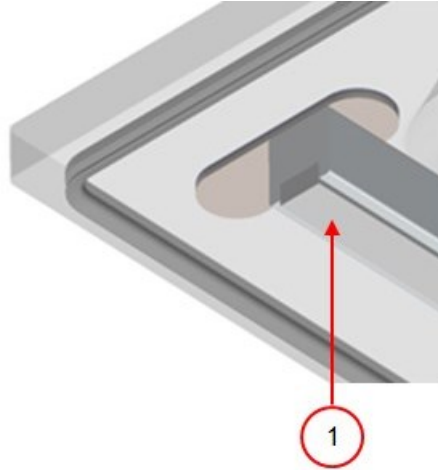

Abbildung 21: Austausch des Silikongummis der Silikonhalter
1. Ziehen Sie das alte Silikongummi vom Halter ab, vgl. *Abbildung 21: Austausch des Silikongummis der Silikonhalter* auf Seite 44.